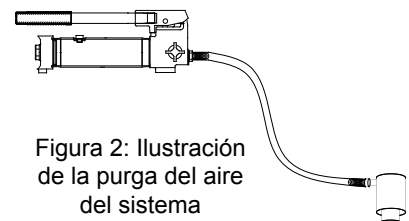

Figura 2: Ilustración de la purga del aire del sistema
1. Coloque la bomba en una posición más elevada que la manguera y el cilindro, como se muestra en la Figura 2.